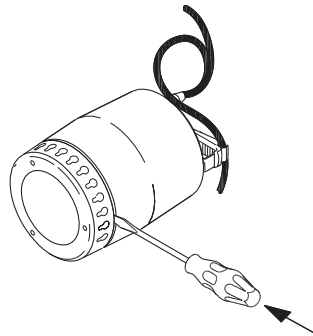

Abb. 11 Entfernen des Zulaufsiebs
3. Lösen Sie vorsichtig das Zulaufsieb, indem Sie einen Schraubendreher zwischen dem Pumpenmantel und dem Sieb ansetzen. Schieben Sie mit dem Schraubendreher den Außenmantel und das Sieb auseinander. Wiederholen Sie den Vorgang rund um die Pumpe, bis das Sieb frei ist und entfernt werden kann. Siehe Abb. 11.